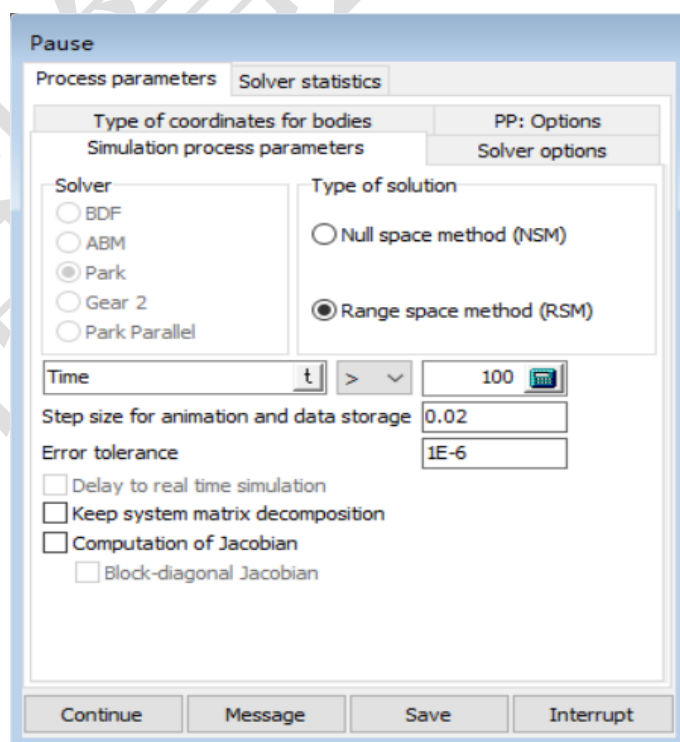

图 2-44
- 1) 现在回到 **Initial conditions** 界面，将第二个自由度的速度 **Velocity** 也设置为 **1**（国际单位：rad/s），如图 2-44。